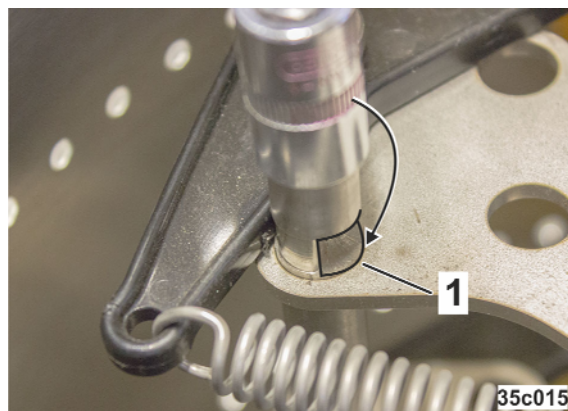

Fig. 329
3. Noten (Fig. 329/1) skal løsnes helt fra betjeningshåndtaget (Fig. 327/2), og aflastningsbolten skal være i parkeringsposition (huldækningsrullerne er aflastede).